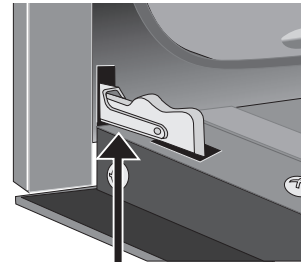

Figure 41 : Verrous de charnière de porte
2. Relevez complètement les verrous des charnières de gauche et de droite du cadre de la cuisinière vers la porte du four (Voir Figure 41). Vous pourriez avoir besoin d'un petit tournevis à tête plate pour déverrouiller la charnière (Figure 42).
4. Poussez les verrous des charnières de droite et de gauche vers le haut et dans le cadre du four jusqu'à ce qu'ils soient en position verrouillée (Voir Figure 41).